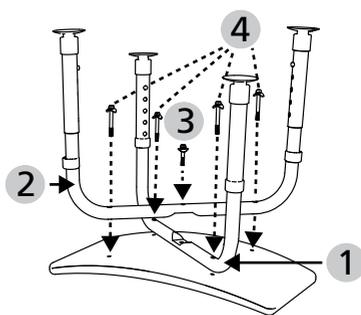

fig 2
1. Posizionare la seduta con il lato inferiore rivolto verso l'alto sopra una superficie pulita, piana e stabile (pavimento o tavolo). (fig. 2).
2. Per il montaggio, le gambe telescopiche vanno disposte incrociate sul lato inferiore della seduta. La gamba telescopica n. 1 si trova sotto (fig. 2, 1), e la gamba n. 2 (fig. 2, 2) viene posizionata al di sopra, fissate al centro (fig. 2, 3). Utilizzare a tale scopo i seguenti elementi: 1 rondella, 1 vite da 35 mm.
3. Avvitare le gambe telescopiche in corrispondenza dei quattro restanti fori della seduta (fig. 2, 4). Utilizzare a tale scopo i seguenti elementi: 4 rondelle, 4 viti da 35 mm.